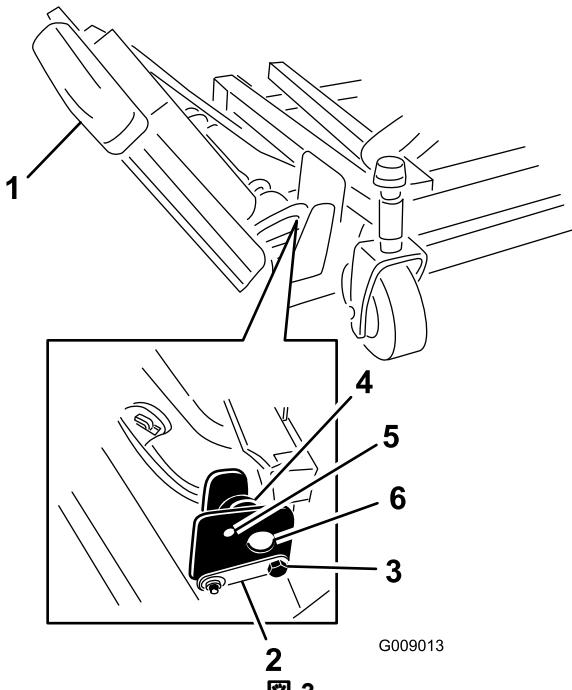

図 3
1. 前後のストップボルトを右ウイングレット デッキの取り付け部に固定しているナットを取り外す図3。
2. 右側ウイングレットを保持し、その状態で、前後のストップボルトを右ウイングレット デッキの取り付け部に固定しているナットを取り外す図3。